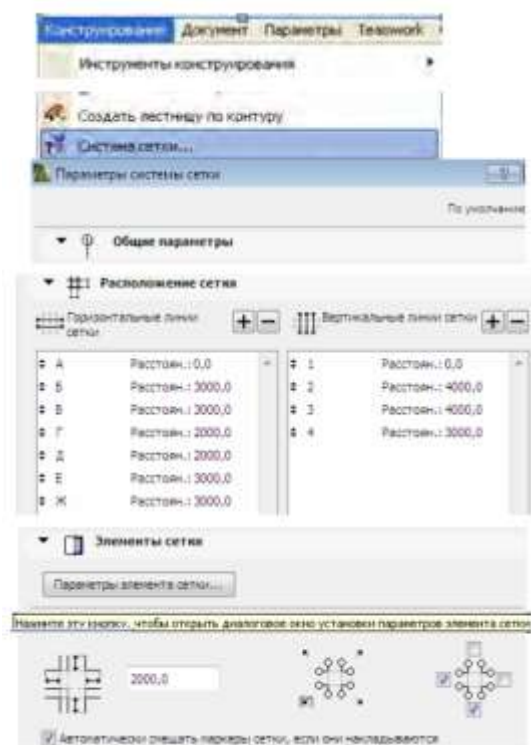

Рисунок 7.6
2. Выберите команду **Конструирование > Система сетки** для открытия диалогового окна **Параметры системы сетки** (рисунок 7.6).